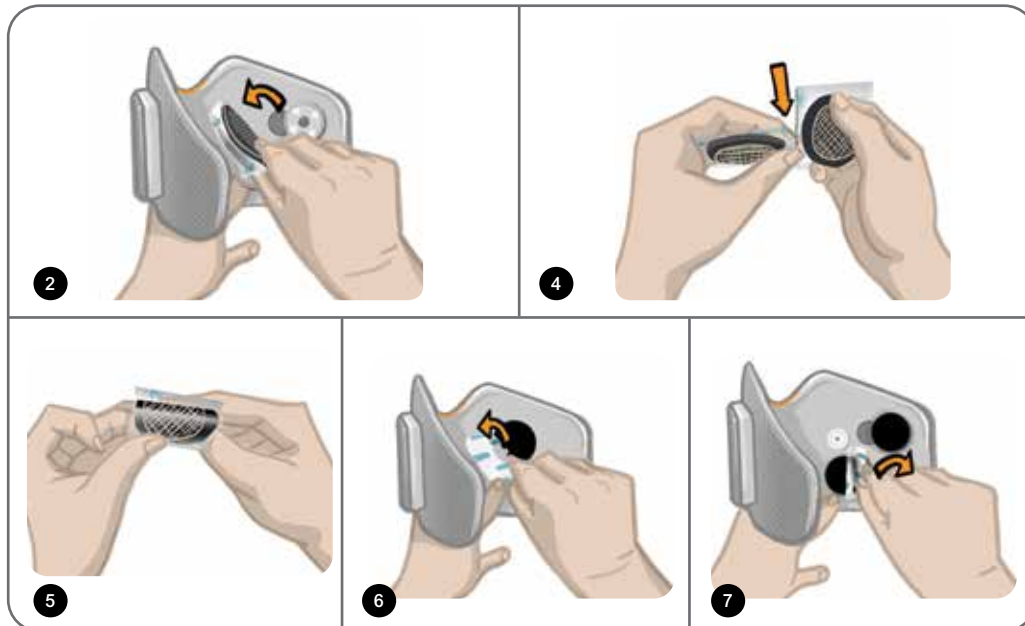

Figure 11-4 : Remplacement des électrodes hydrogel
**Pour remplacer les électrodes hydrogel L100 : (reportez-vous à la figure 11-4)**